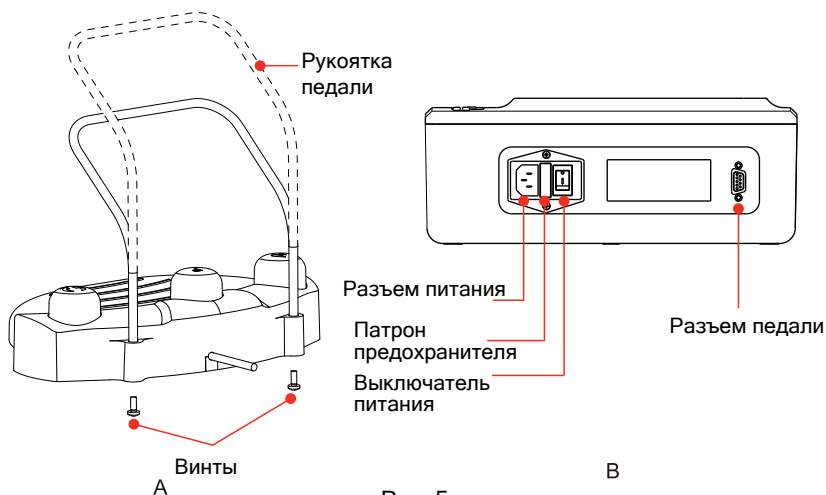

Рис. 5.
- 1) Вставьте рукоятку педали в отверстия на педали, закрутите два крепежных винта (Рис. 5А)
- 2) Вставьте коннектор педали в разъем педали на основном блоке, закрутите два крепежных винта. (Рис. 5В)
4.2.5 Подключение питания (Рис. 5В)